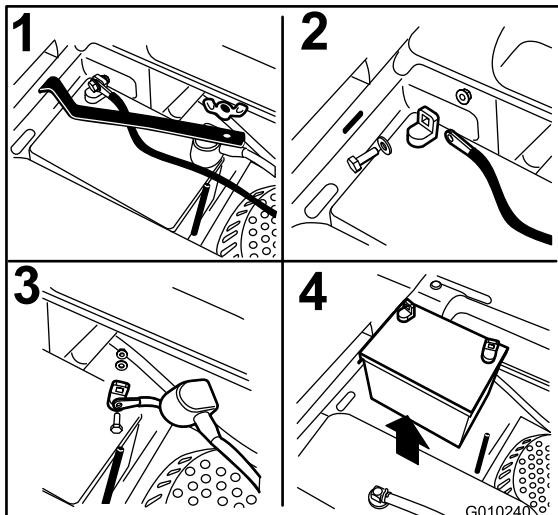

Figura 46
3. Retire la tuerca de orejeta que sujeta la abrazadera de la batería (Figura 46).
4. Retire la abrazadera (Figura 46).
6. Retire la cubierta de goma roja del borne positivo (rojo) de la batería y retire el cable positivo (+) (rojo) (Figura 46).
- Coloque la batería en la bandeja con los bornes en el lado opuesto del depósito de combustible (Figura 46).
- Fije los cables con 2 pernos, 2 arandelas, y 2 contratuerca (Figura 46).
- Instale la abrazadera y sujetela con la tuerca de orejeta (Figura 46).